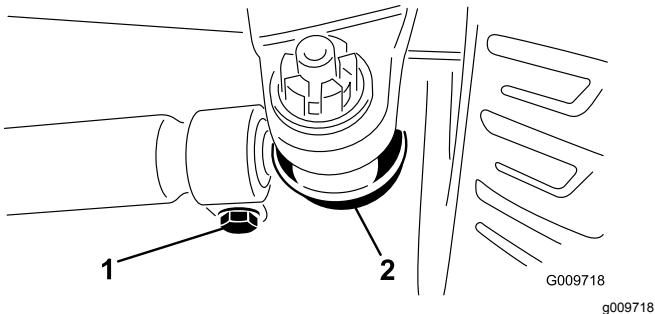

Figura 64
2. Para ajustar a distância, remova o contrapino e a porca de cada uma das rótulas da barra de ligação. Remova a rótula da barra de ligação do suporte do eixo (Figura 64).
3. Desaperte as abraçadeiras que estão em ambas as extremidades das barras de ligação (Figura 64).